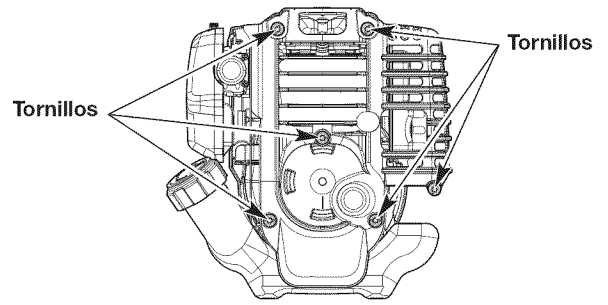

Fig. 18
1. Quite los 6 tornillos de la tapa del motor con un destornillador plano o un destornillador Torx T-25 (Fig. 18). Quite la cubierta del motor.
2. Quite los 6 tornillos de la tapa del motor con un destornillador plano o un destornillador Torx T-25 (Fig. 18). Quite la cubierta del motor.